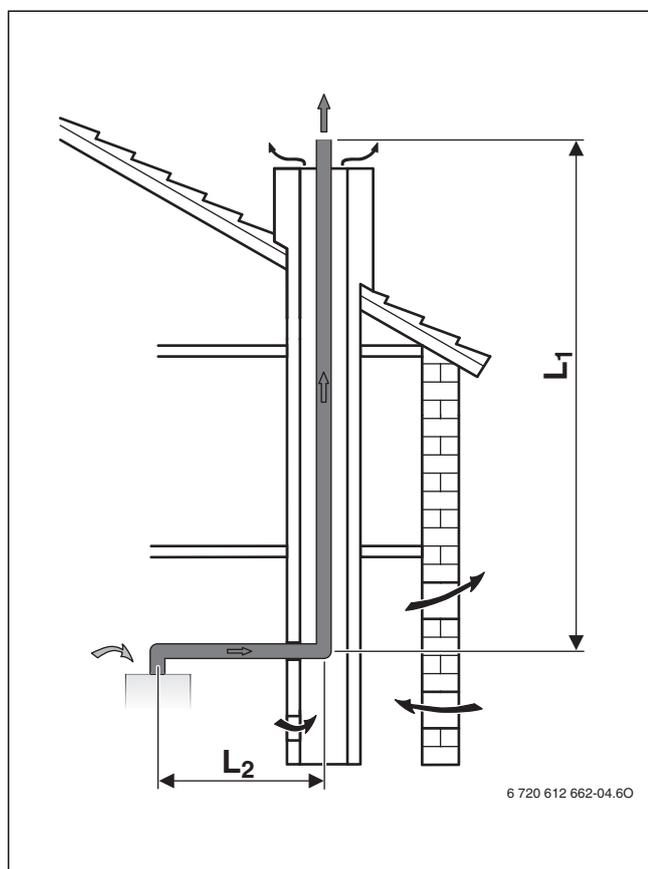

Fig. 16 Evacuation des fumées dans le conduit selon B_{23p}
- Si l'évacuation des fumées se fait par un conduit avec système d'évacuation des fumées B_{23P}, B₃₃, C₃₃ ou C₅₃ (→ fig. 16, 17 et 19), le nettoyage n'est pas nécessaire.